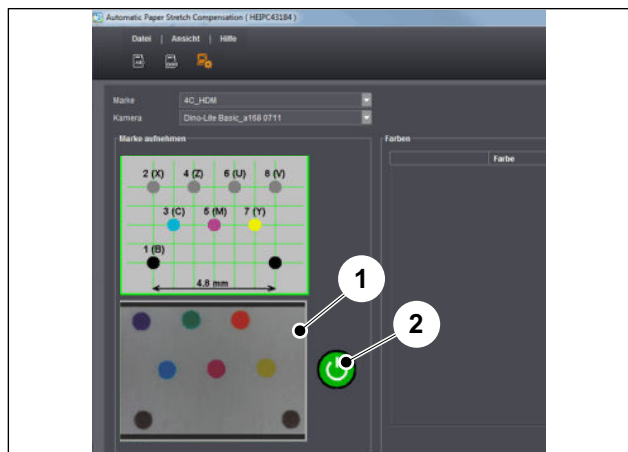

Abb. 18 Dialogfenster Kamera vor Bilderfassung
11. Richten Sie das Digitalmikroskop so aus, dass alle Farbpunkte im Vorschaubereich sind (wie in Abb. 18/1).
- Messung mit Assistent: Das Digitalmikroskop nimmt die Messmarke nach der eingestellten Zeit auf. Die noch verbleibenden Sekunden werden als rote Punkte im Vorschaubereich (Abb. 18/1) angezeigt.
- Manuelle Messung: Drücken Sie die grüne Aufnahmetaste (Abb. 18/2).